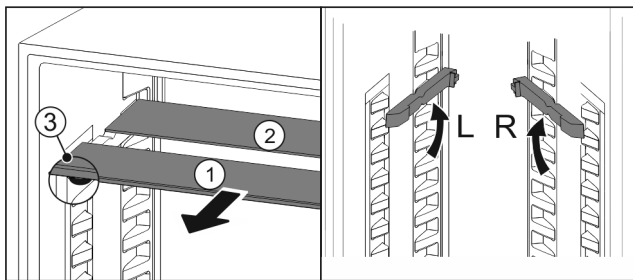

Fig. 86
- ▶ Skleněné desky jednotlivě vytáhněte dopředu Fig. 86 (1).
- ▷ Skleněná deska Fig. 86 (1) s ozdobnou lištou leží vpředu.
- ▷ Zářázky Fig. 86 (3) směřují dolů.